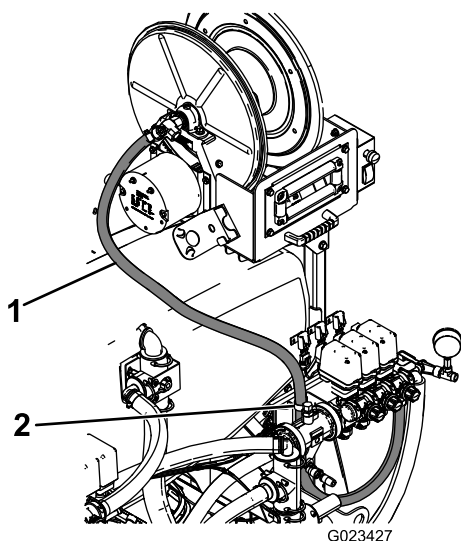

Figura 11
9. Fissare il morsetto a R alla staffa di stabilizzazione posteriore con il bullone e il dado esistenti (Figura 11).